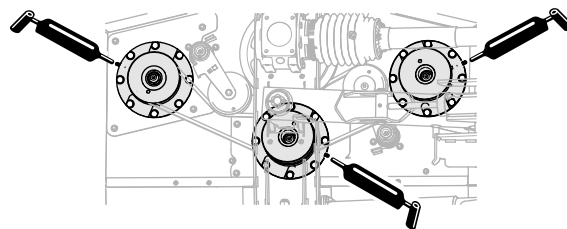

**Рисунок 53**
- Введите консистентную смазку в подъемные рычаги, гидравлические цилиндры и противоударные подпорки на средней деке газонокосилки (Рисунок 53).
Заправьте консистентной смазкой указанного типа пресс-масленки трех шпинделей на каждой деке газонокосилки (Рисунок 53).